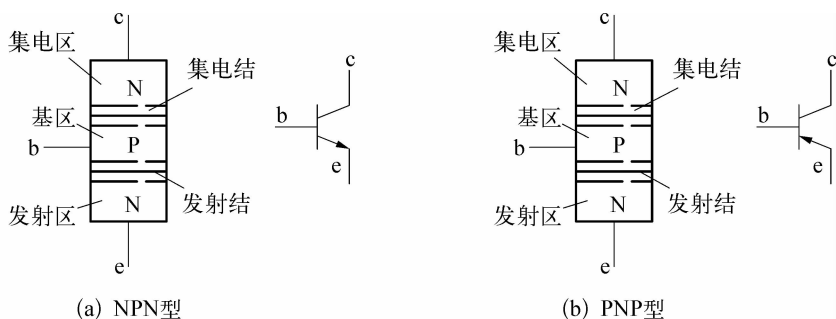

图 1-1-20 三极管的结构和符号
② 三极管的结构、符号: 晶体三极管的核心是两个靠得很近的 PN 结,如图 1-1-20 所示。内部有三个半导体区: 发射区、基区、集电区,对应的三个电极分别为发射极 e、基极 b、集电极 c; 由三个区域半导体类型的不同,三极管分为 PNP 型和 NPN 型; 发射区和基区之间的 PN 结称为发射结 J_e , 基区和集电区之间的 PN 称为集电结 J_c 。